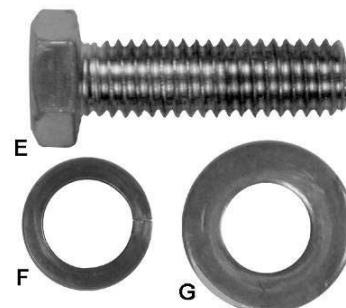

Рис. 5
3. Удалить транспортный кронштейн (D) переключатель вкл\выкл (Е) к столу. Не выбрасывайте кронштейн (D), он будет использоваться для установки коммутатора.
4. Удалите оставшиеся болт, гровер и плоскую шайбу (F и рис. 5) из края стола.
5. Установите крышку двигателя (G), совместив штифты (H) на крышке с отверстиями на тумбе.
6. Закрепите крышку, потянув за защелку (J), закрыв дверцу, и отпустите защелку.
- Оборудование: (6), 7/16 "x1-1/2" шестигранные болты крышки (6) 7/16" Гроверные шайбы, (6) 7/16 "Плоские шайбы и (2) Расширение
1. Прикрепите левое расширение (A) к основному столу (B) тремя болтами (E), с гроверами (F) и плоскими шайбами (G). Не затягивайте расширение, чтобы иметь возможность выравнивать вручную по основному столу.
4. Возьмите крепеж (рис. 5) для правой стороны, а затем приложив правое расширение сделайте все операции в том же порядке.